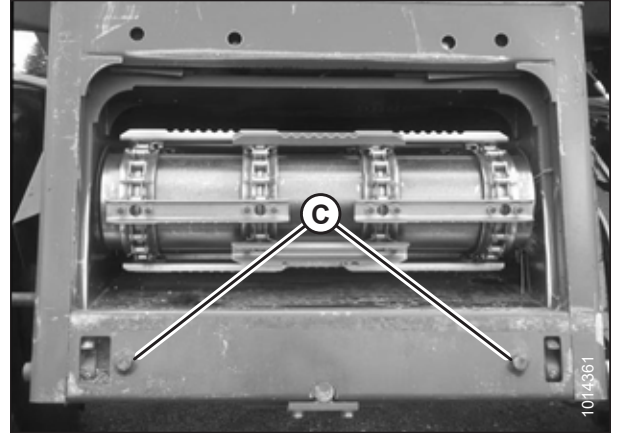

Figura 4.58: Clavijas de alineación del grupo AGCO
3. Arranque el motor y lentamente acerque la plataforma hasta que el embocador esté directamente debajo del bastidor superior del módulo de flotación (A) y las clavijas de alineación (C) (consulte la Figura 4.58, página 377) en el embocador estén alineadas con los orificios (B) en el marco del módulo de flotación.